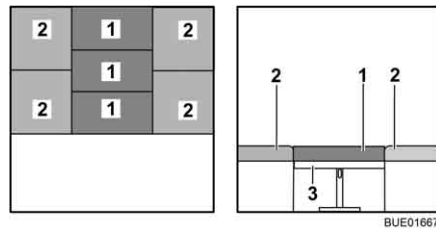

Fig. 94 Après la transformation
- Placer trois coussins de dossier (Fig. 94,1) sur la table.